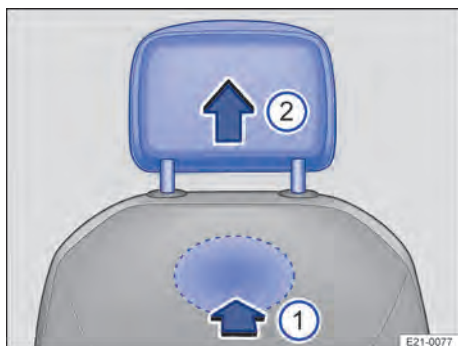

Abb. 83 An der Rückseite der Vordersitze: Kopfstütze ausbauen.
2. Zum Entriegeln der Kopfstütze die Vertiefung an der Rückseite der Sitzlehne im gekennzeichneten Bereich ertasten und in Pfeilrichtung mit dem Finger hineindrücken → Abb. 83 ①.
4. Kopfstütze in Pfeilrichtung ganz herausziehen → Abb. 83 ②.